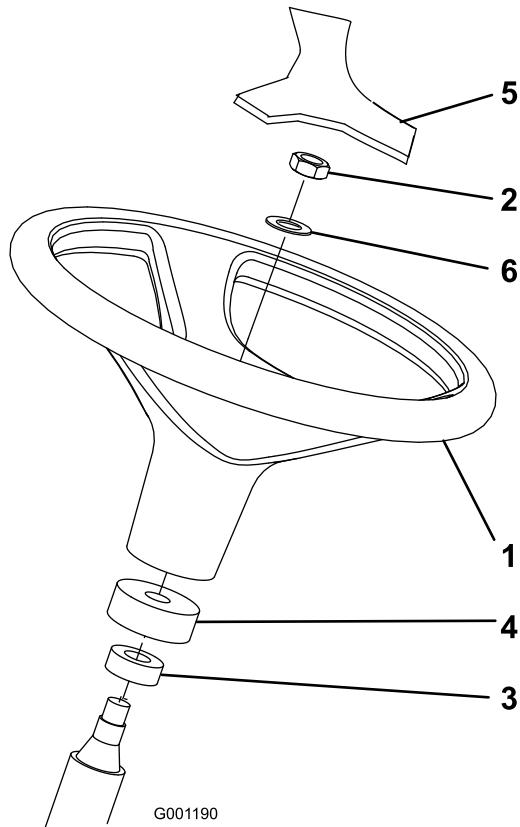

図 3
2. ステアリング・シャフトからジャム・ナットとワッシャを外す。ウレタン製カラーとダスト・カバーがシャフトについていることを確認する(図 3)。
3. ハンドルとワッシャをステアリング・シャフトにはめ込む(図 3)。
5. ハンドルにカバーを取り付ける(図 3)。